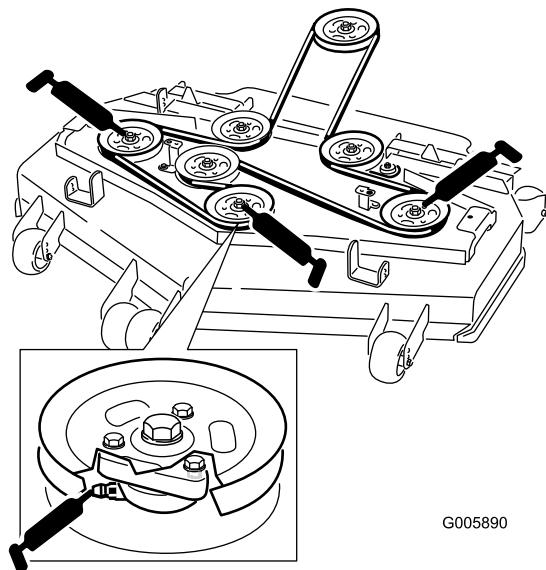

Figura 28
4. Ingrassate i tre cuscinetti del mandrino sotto le pulegge finché il grasso non fuoriesce dalle tenute inferiori (Figura 28).
5. Lubrificate i raccordi sui bracci di spinta (Figura 28).